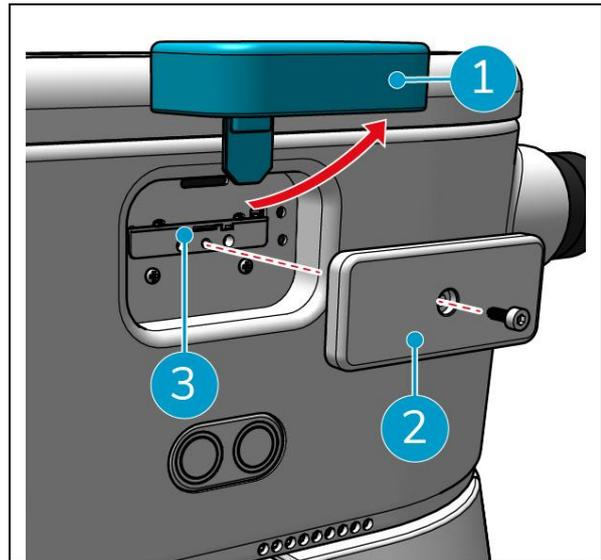

Figure 17
1. Ouvrir le bouchon en caoutchouc bleu (Figure 17, pos. 1).
2. Retirer la plaque de recouvrement (Figure 17, pos. 2), à l'aide d'une clé Torx.
3. Insérez la carte SIM dans la fente prévue à cet effet (Figure 17, pos. 3).